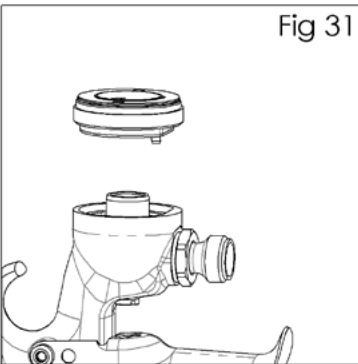

Fig 32
6. Enlevez le joint (10) de la tête de pulvérisation. (Voir fig. 32).